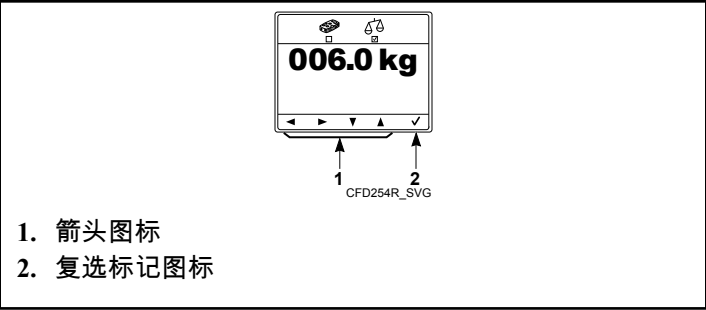

图 30
5. 按下箭头图标下方按键以调节重量。参见图 30。
- 6. 按下复选标记图标下方按钮，确认对按负荷而定的洗涤所作调节。参见图 30。